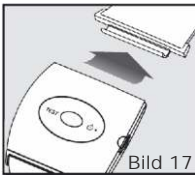

Bild 17
Öffnen Sie einen Klettverschluss auf der Außenseite des Armbands und lockern Sie das Band, bis der Klettverschluss an der Armbandhalterung ⑥ anstößt. Anschließend heben Sie die Armbandhalterung ⑥ nach oben an, um sie vom Gehäuse auszuhaken (Bild 17).